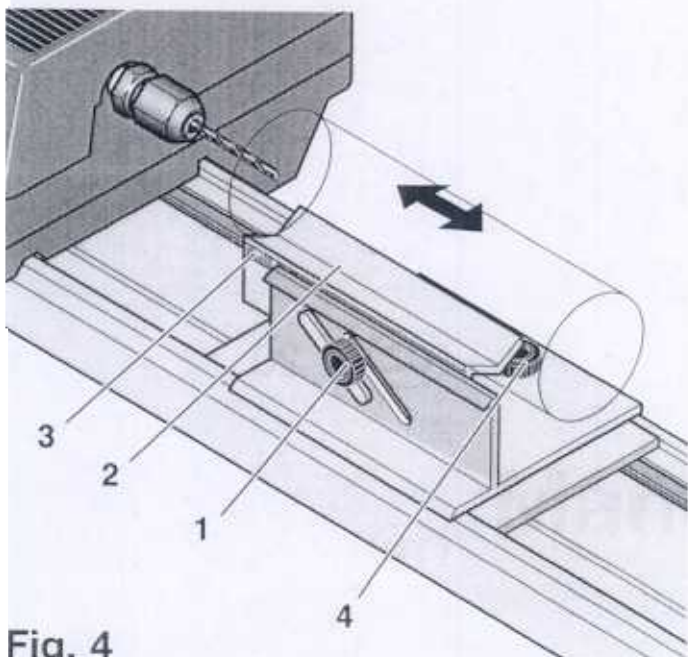

Fig. 4
1. Dévisser la vis **1** (fig. 4) et régler le coin de centrage **2** à l'aide de l'échelle **3** au diamètre de la pièce à usiner. Resserrer la vis **1**.
1. Oter le coin de centrage **2** (fig. 4)
Toujours enlever le coin de centrage **2 (fig. 4) avant de tourner.**